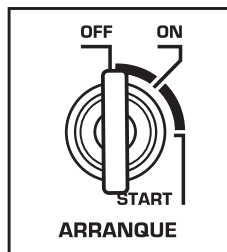
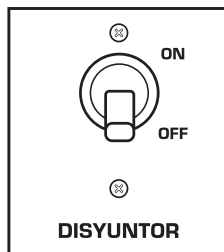

Figura 1
Figura 2
1. Inserte la llave de encendido (Figura 1). **2.** Asegúrese que el disyuntor **AC** se encuentre en la posición **"OFF"** (Figura 2). **3.** Gire la llave de encendido a la posición **"ON"** (Figura 3). **NOTA:** Este generador cuenta con un sistema de cebador automático. **4.** Luego gire la llave de encendido a la posición **"START"** (Figura 4) y manténgala en esa posición hasta que el motor arranque. La llave volverá a la posición **"ON"** de forma automática. **⚠ IMPORTANTE:** no mantenga la llave en la posición **"START"** por más de 5 segundos. Si el motor no arranca al primer intento espere 15 segundos antes de intentarlo de nuevo. **5.** Una vez que el motor arranque, déjelo calentar de 3 a 5 minutos. Pasado este tiempo ya puede conectar los aparatos eléctricos al generador.